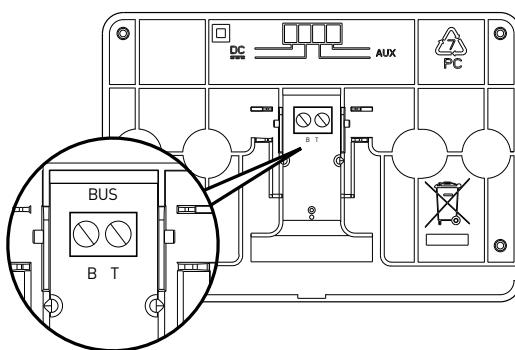

Fig. 1
- prima di collegare i fili alla base dell'interfaccia di sistema, far scorrere la lingetta di protezione del connettore e sollevarla (fig.1),